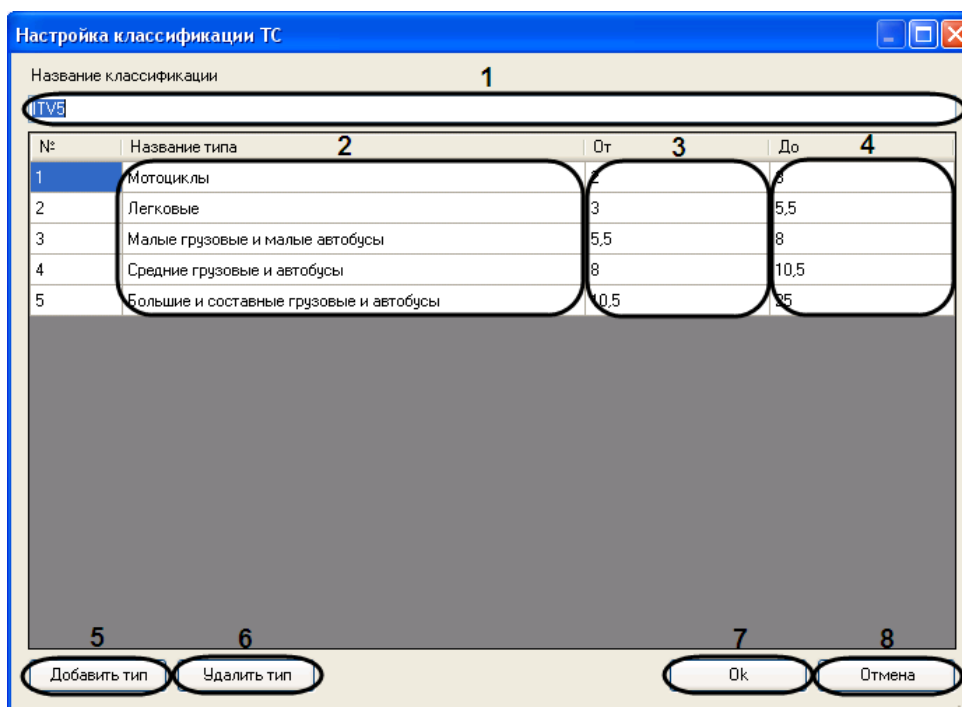

Рис. 7.6-13. Настройка классификации транспортных средств по длине
3. В результате выполнения операции отобразится диалоговое окно «Настройка классификации ТС» (Рис. 7.6-13).
4. В поле «Название классификации» (см. Рис. 7.6-13, 1) ввести название настраиваемой классификации транспортных средств.
- 5.1. В столбце «Название типа» (см. Рис. 7.6-13, 2) ввести требуемые названия типов транспортных средств.
- 5.2. В столбцах «От» и «До» (см. Рис. 7.6-13, 3-4) задать диапазоны длин транспортных средств, относящихся к соответствующим типам. Значения границ диапазонов вводятся в метрах. Тип детектируемого транспортного средства будет определяться на основании принадлежности длины этого средства одному из диапазонов.
6. Для добавления в классификацию нового типа транспортных средств нажать кнопку «Добавить тип» (см. Рис. 7.6-13, 5) и в появившейся строке выполнить шаги 5.1-5.2.
7. Для удаления типа транспортных средств из классификации выделить строку, соответствующую требуемому типу, после чего нажать кнопку «Удалить тип» (см. Рис. 7.6-13, 6).
8. Для сохранения внесенных изменений и закрытия диалогового окна «Настройка классификации ТС» нажать кнопку «ОК» (см. Рис. 7.6-13, 7).
*Примечание.* Для закрытия диалогового окна «Настройка классификации ТС» без сохранения изменений следует нажать кнопку «Отмена» (см. Рис. 7.6-13, 8).